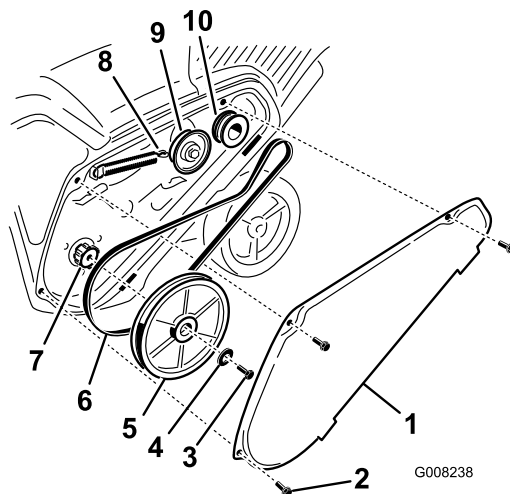

Figura29
1. Înlocuiți cureaua de transmisie prin scoaterea celor 3 uruburi, aa cum este indicat în Figura29.
2. Desprindeți arcul frânei din braul rolei de ghidare pentru a elibera întinderea curelei de transmisie (Figura29).
3. Scoateți urubul și aiba curbată care fixează fulia rotorului (Figura29).
4. Scoateți fulia rotorului și cureaua de transmisie (Figura29).
Notă: Mai întâi, montai noua curea de transmisie în jurul fuliei motorului, apoi în jurul fuliei rolei de ghidare i apoi în jurul fuliei rotorului poziționat deasupra arborelui de transmisie (Figura29).
- Montai fulia rotorului pe arborele de transmisie (Figura29).
- Montai aiba curbată i urubul fuliei rotorului i strângei-le bine (Figura29).